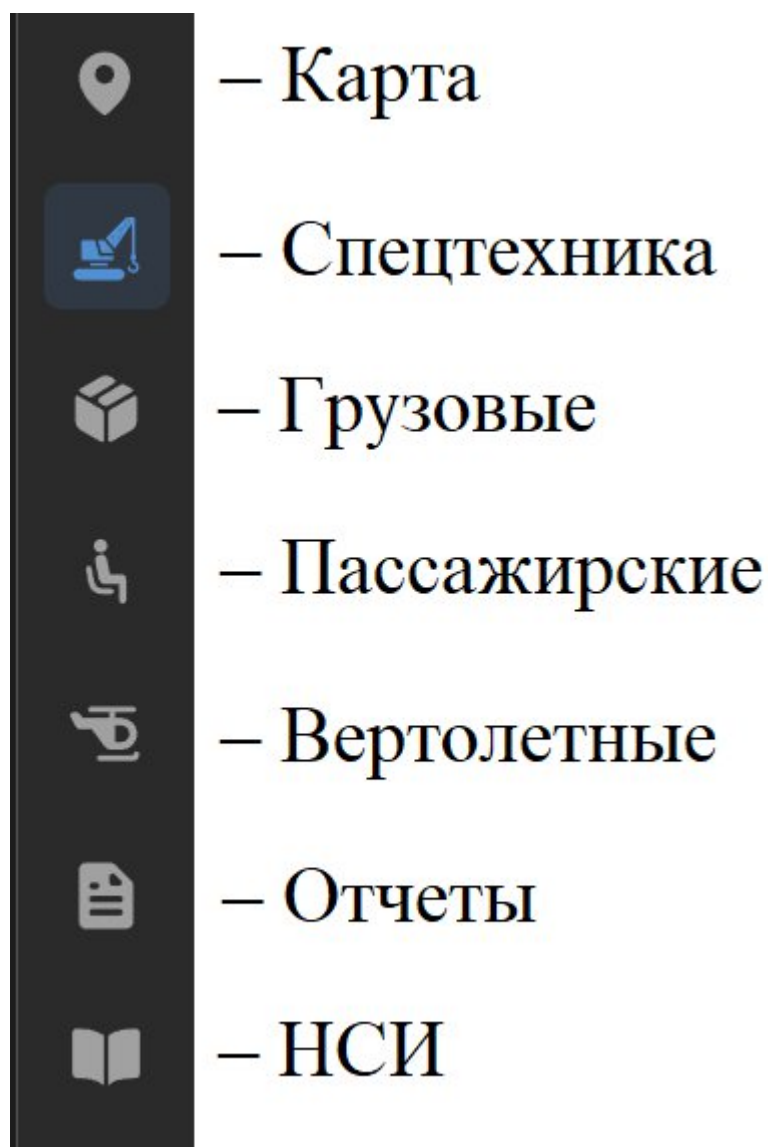

Рисунок 10. Разделы Системы
- «НСИ» – раздел, предназначенный для ведения справочников информации, применяемой в Системе, а именно справочники Пользователей, организаций, ТС и другие (см. Рисунок 10).